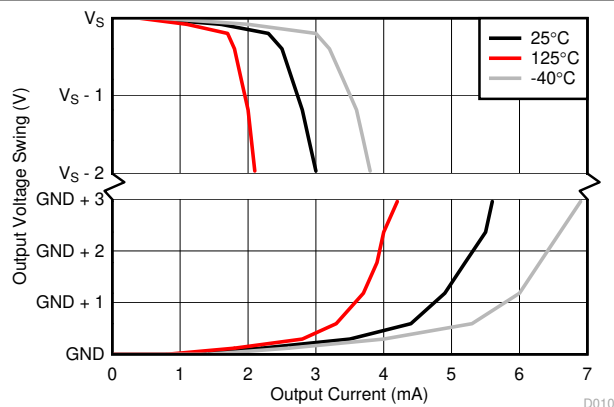

图 7-13. 输出电压摆幅与输出电流间的关系
(1) 更多详细信息, 请参阅输入信号带宽部分。
(2) 具体请参阅图 7-13。